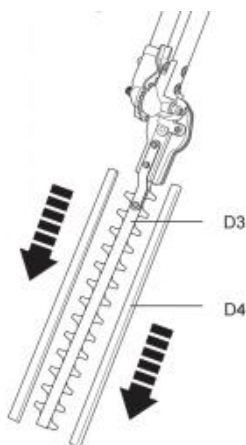

Fig. 23
1) Ta bort knivskydden (D4) från kniven (D3) före användning (bild 23).